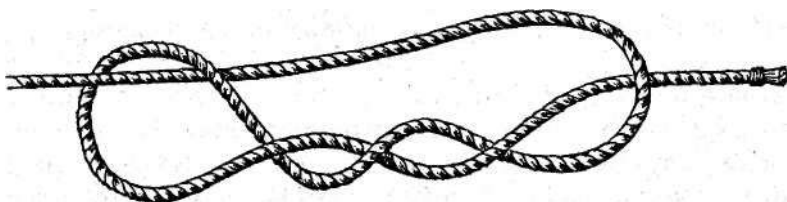

Рис. 4. Стивидорный узел
**Стивидорный** узел отличается от стопового узла тем, что ходовой конец дважды обносится вокруг коренного конца **рис. 4**.